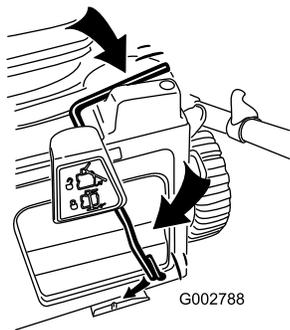

Figure 8
2. Placez le levier dans le profilé du commutateur et la retenue de levier (Figure 8).